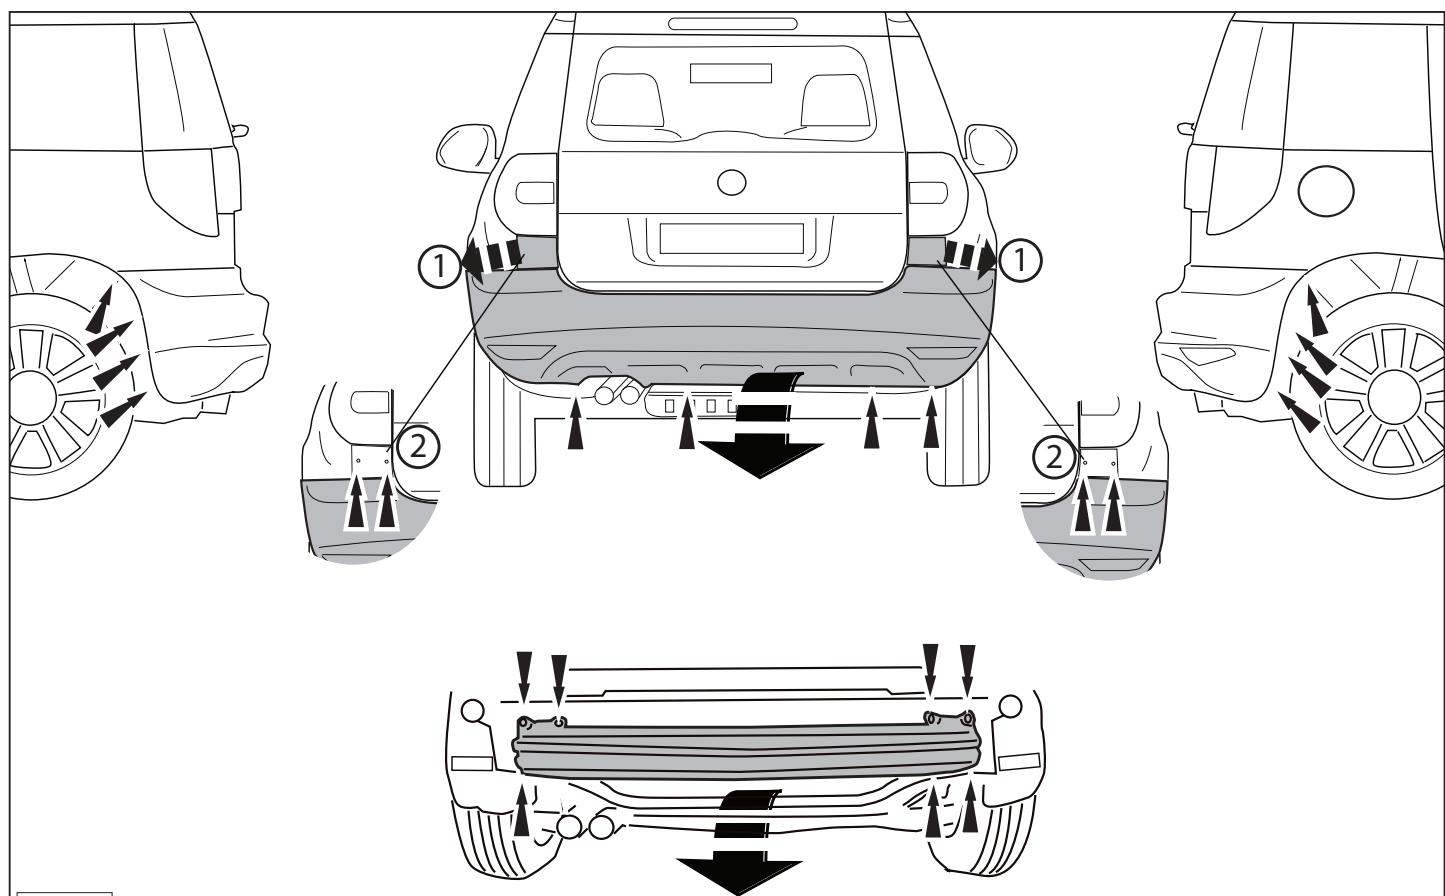

Fig. 1
2. Fit the beam will no longer be needed. Replace the bolts. See figure 1.
1. Remove bumper (Torx head screws around each wheel arch, along lower edge of rear panel, beneath each light cluster (light cluster must be removed). And the steel buffer beam from the vehicle. The buffer beam will no longer be needed. Replace the bolts. See figure 1.
1. Die Stoßstange einschließlich des stählernen Stoßbalkens vom Fahrzeug abmontieren. Der Stoßbalken wird nicht mehr benötigt. Die Schrauben wieder anbringen. See figure 1,
1. Déposer le pare-chocs du véhicule y compris la traverse en acier ; la traverse ne sera plus utilisée. Remettre les boulons de fixations en place. Voir la figure 1.